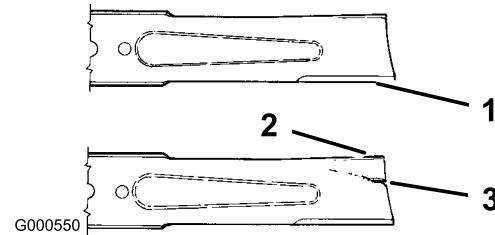

Figura 36
1. **Inspeccione los filos de corte (Figura 36).** Si los bordes no están afilados o tienen mellas, retire las cuchillas y afílelas; consulte Cómo afilar las cuchillas.
2. **Inspeccione las cuchillas, especialmente la parte curva (Figura 36).** Si observa daños, desgaste o la
formación de una ranura en esta zona (elemento 3 en la Figura 36), instale inmediatamente una cuchilla nueva.